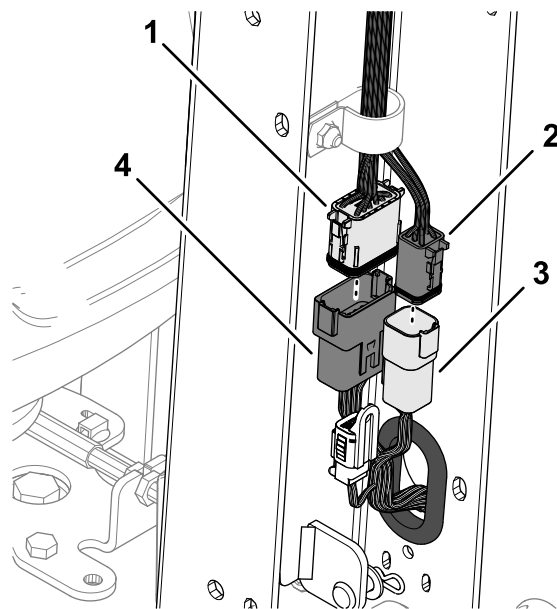

Figura 9
2. Ligue o conector de 12 pinos da cablagem da máquina na tomada de 12 pinos da cablagem da barra de ligação (**Figura 9**).